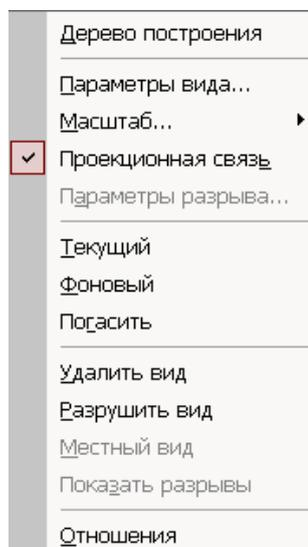

Рис. 97 Контекстное меню редактирования вида
2. Щелкнуть правой клавишей мыши внутри габаритной рамки для вызова контекстного меню (рис.97).
3. С помощью кнопки  Местный вид на странице Ассоциативные виды (рис.99) строим местный вид, для которого можно выбрать свой масштаб, например, 2:1 с помощью контекстного меню редактирования вида (рис.97), которое вызывается щелчком правой кнопкой мыши на выделенном виде. При изменении масштаба следует изменить обозначение местного вида: A (2:1).